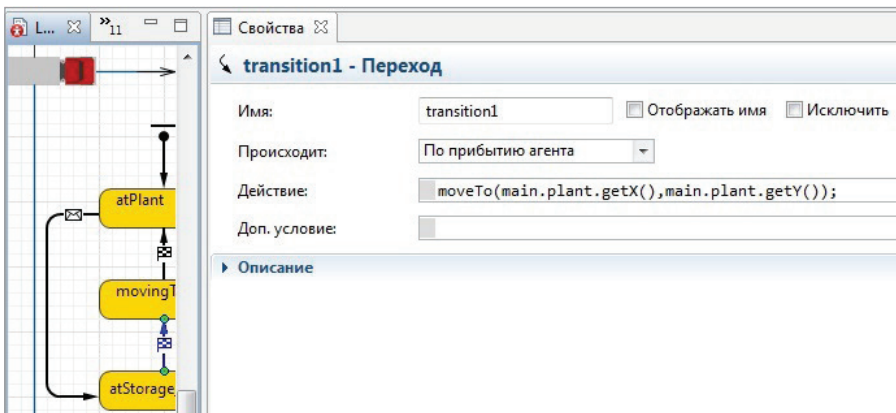

Рис. 6.41. Изменение перехода из состояния **atStorage_production** в состояние **movingToPlant** в агенте **Lorry**
- в переходе из состояния **atStorage_production** в состояние **movingToPlant**, как на рис. 6.41;